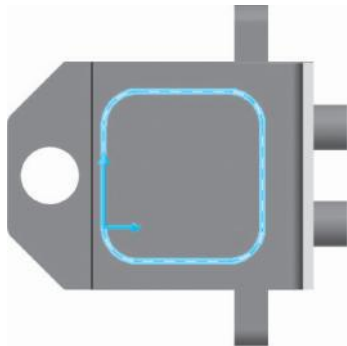

图 11-74 选择加工边界
1) 选择【刀路】/【外形】命令，系统弹出【线框串连】对话框，以【线框】的形式选择如图 11-74 所示外形轮廓线，注意箭头方向，此时刀具补偿方向为右补偿，单击【确定】按钮 。